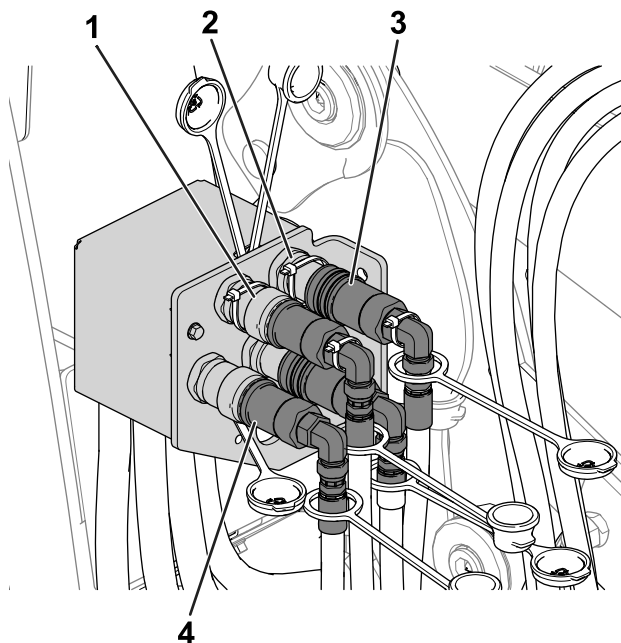

Рисунок 54
5. Выполните следующие действия, чтобы подсоединить гидравлические соединители (Рисунок 54):